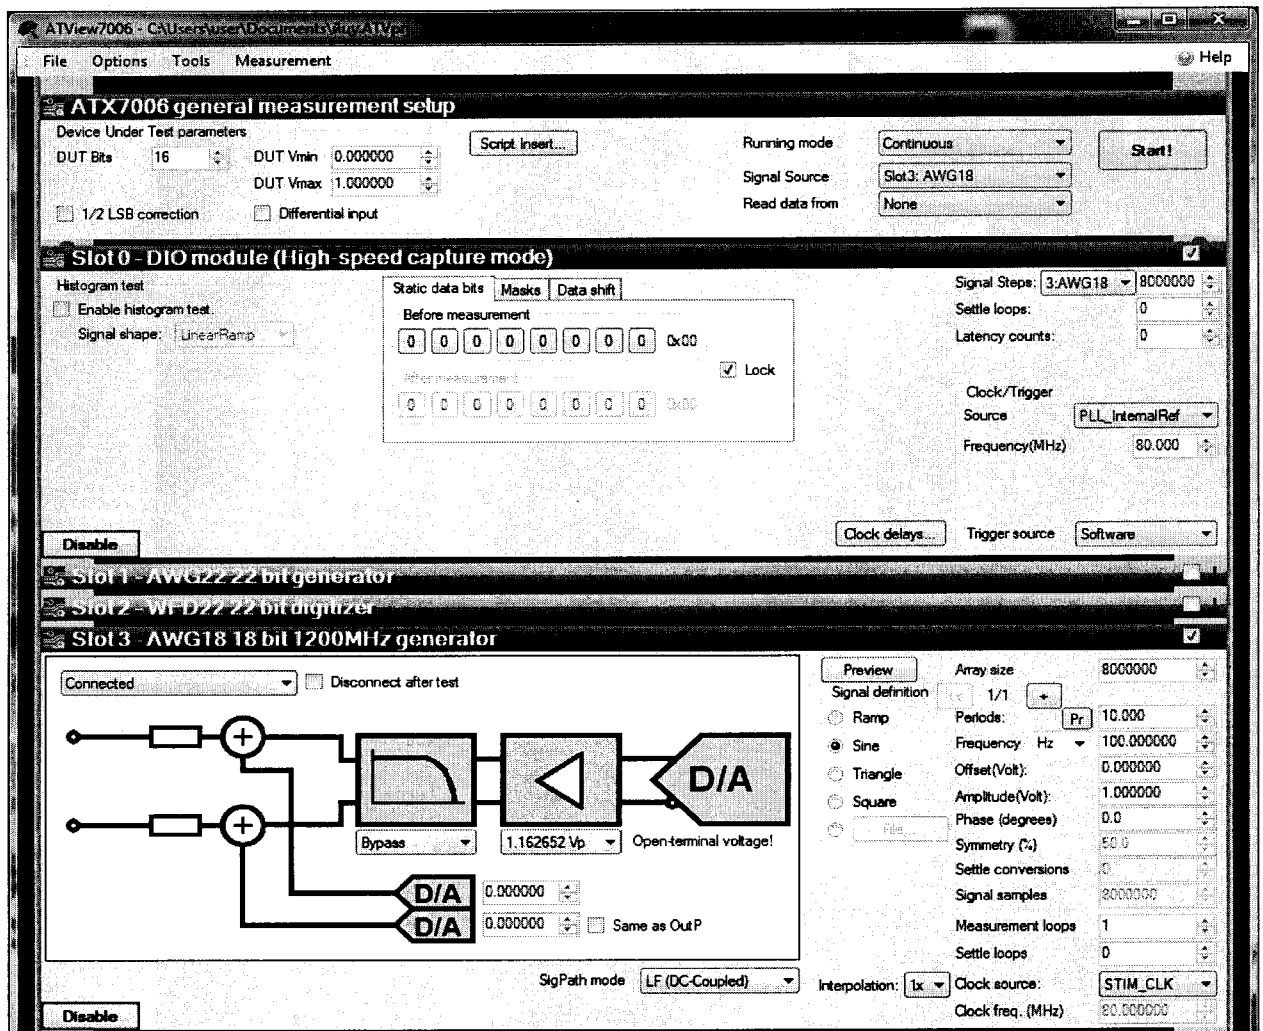

Рисунок 2
7.4.2.1.2 Запустить программу управления генератора сигналов произвольной формы низкочастотного AWG 18, для этого запустить программу ATView7006, в открывшемся окне активировать «Slot 0 – DIO module» и «Slot 3 – AWG 18 18 bit 1200 МГц generator» (рисунок 2).
7.4.2.2.2 Запустить программу управления генератора сигналов произвольной формы высокочастотного AWG 18, для этого запустить программу ATView7006, в открывшемся окне активировать «Slot 0 – DIO module» и «Slot 3 – AWG 18 18 bit 1200 МГц generator» (рисунок 2).
7.4.2.3.2 Запустить программу управления генератора сигналов произвольной формы высокочастотного AWG 18, для этого запустить программу ATView7006, в открывшемся окне активировать «Slot 0 – DIO module» и «Slot 3 – AWG 18 18 bit generator» (рисунок 2).